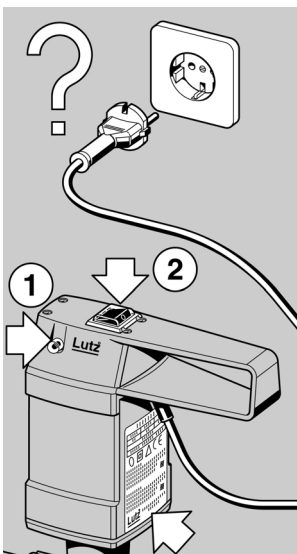

Fig. 4
De in de motor ingebouwde stroombegrenzingschakelaar schakelt de pomp bij overbelasting uit. In dit geval de motorschakelaar op "0" zetten (zie fig. 4 - pos.2). Na het afkoelen van de motor de rode knop van de stroombegrenzingschakelaar indrukken (zie fig. 4 - pos.1) en de pomp opnieuw inschakelen.